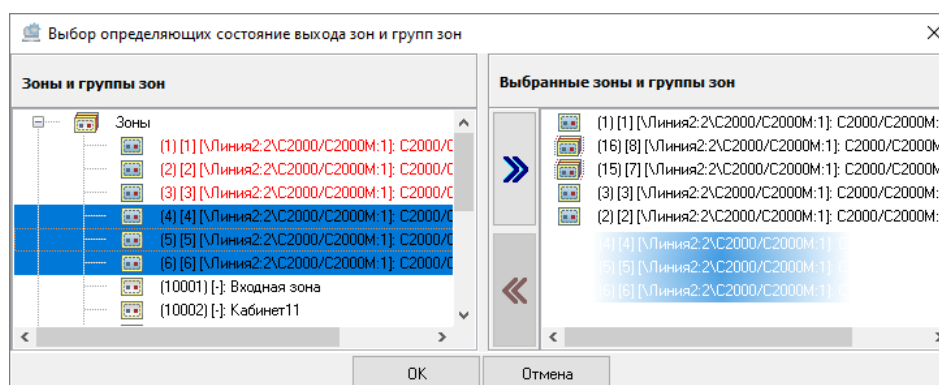

Рисунок 6-390 Выбор нескольких зон и групп зон в качестве определяющих состояние выхода перетаскиванием
- выделите одну или несколько зон/групп зон в поле «Зоны и группы зон» (для выделения сразу нескольких зон/групп зон нажмите на клавиатуре и удерживайте клавишу <Shift> для выбора диапазона или клавишу <Ctrl> для комбинированного выбора) и перетащите выделенные зоны/группы зон в поле «Выбранные зоны и группы зон» (см. Рисунок 6-390).